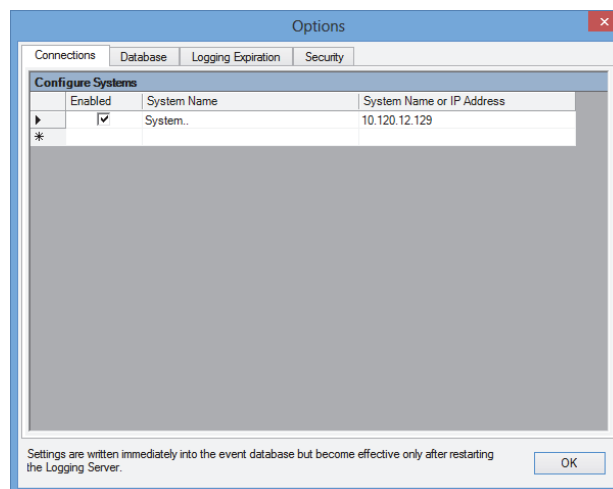

figura 58.5: Janela Options
- 2 Clique em *File > Options*. Aparece um ecrã semelhante ao da figura 58.5.